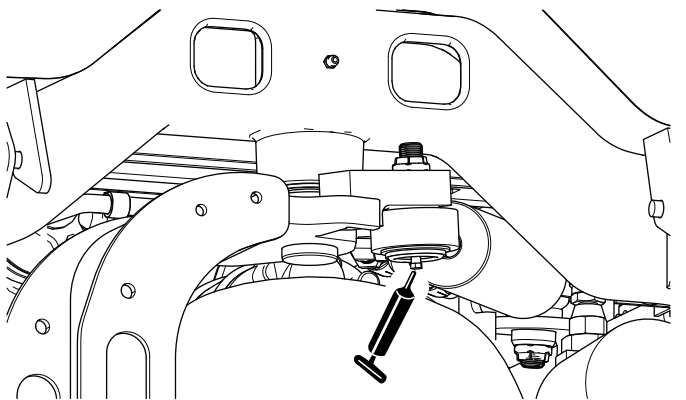

Figure 56
**Remarque:** Si vous le souhaitez, vous pouvez monter un graisseur supplémentaire à l'autre extrémité du vérin de direction. Déposez la roue, montez le graisseur, lubrifiez le graisseur, retirez le graisseur et mettez le bouchon en place (Figure 56).